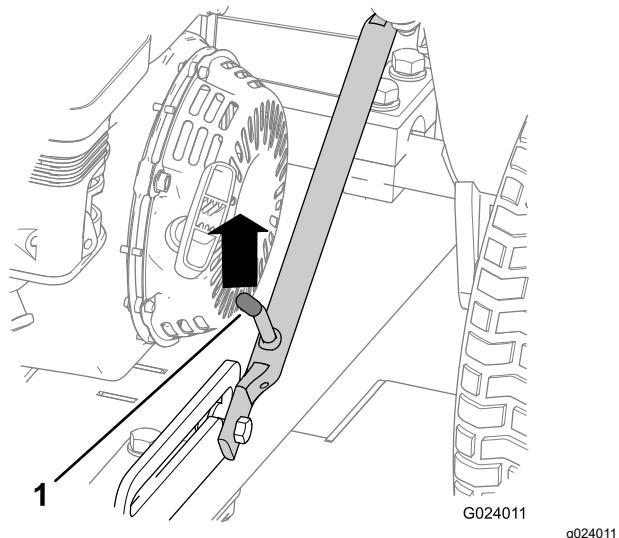

図 18
1. ラッチレバーがスライドディテントから外れるまで、ヒッチアセンブリを押し上げる図 18。
5. ヒッチを上げて図 23、ラッチのレバーをスライドディテントにロックする図 18。